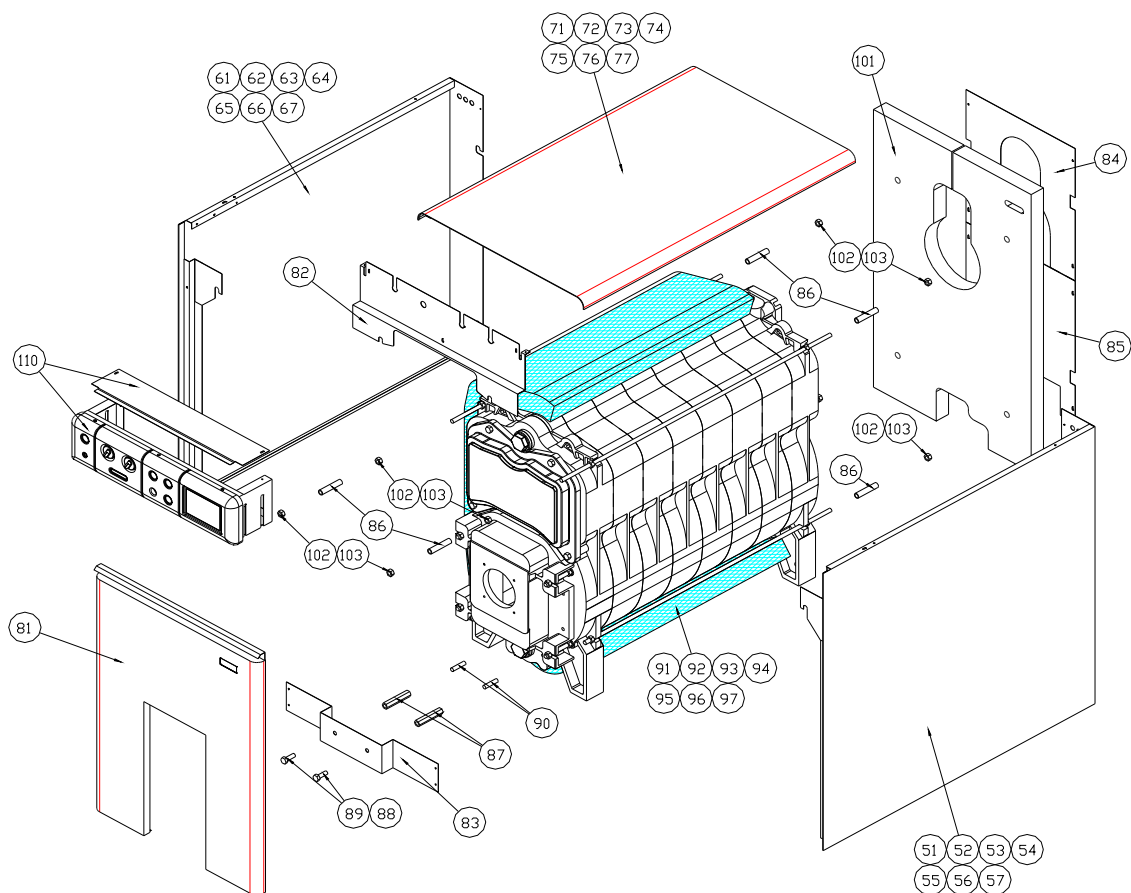

рис. 3 – Части покрытия
2.3 ИЗОЛЯЦИЯ И УСТАНОВКА ПОКРЫТИЯ (рис. 3)
Производственная этикетка должна быть закреплена после монтажа покрытий. Этикетка располагается на правой боковой стороне согл. рис. 3а.